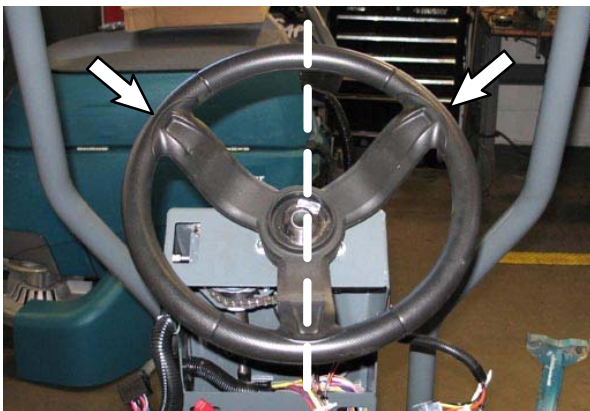

ABB. 61
24. Positionieren Sie wie in Abb. 61 gezeigt das Lenkrad an der Lenksäule.